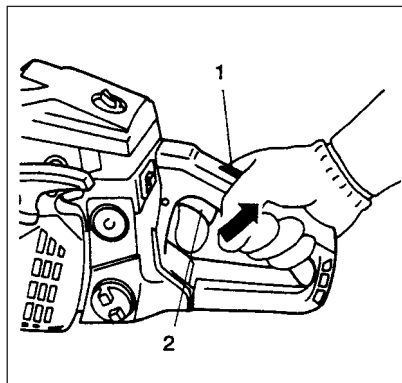

Fig. 2-4B
4. Wenn der Motor hörbar zündet, bei gedrücktem Sicherheitshebel (2) den Gashebel (4) betätigen. Die Drosselklappe wird dabei aus der Anlaßstellung gelöst und kehrt zusammen mit dem Choke zur Laufstellung zurück. (Fig.2-4B)